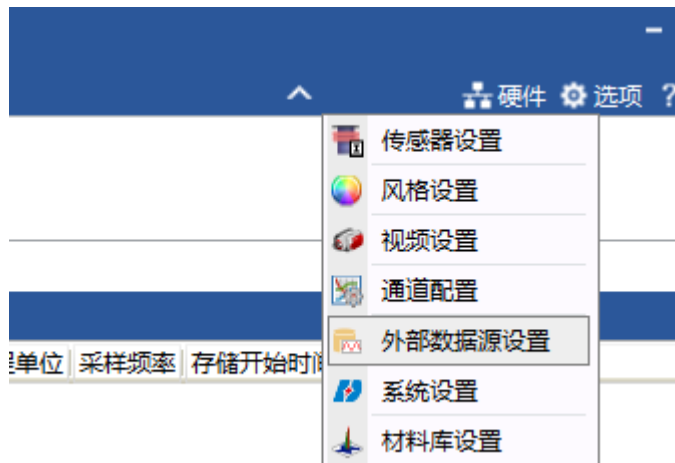

图 10 选择外部数据源
1、打开 DHDAS 软件，在“选项”中选择“外部数据源设置”，如图 10 所示。